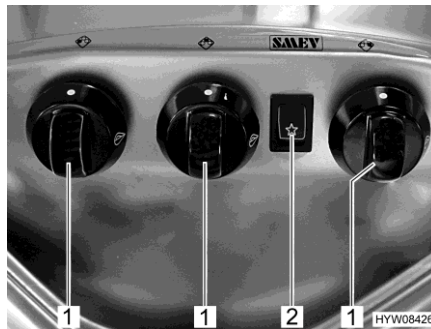

Bild 118 Bedienelemente (Gaskocher)
- Drehregler (Bild 118,1) der gewünschten Brennstelle auf Zündposition (große Flamme) drehen.
- Wippschalter (Bild 118,2) drücken. Am Brenner werden Zündfunken erzeugt.